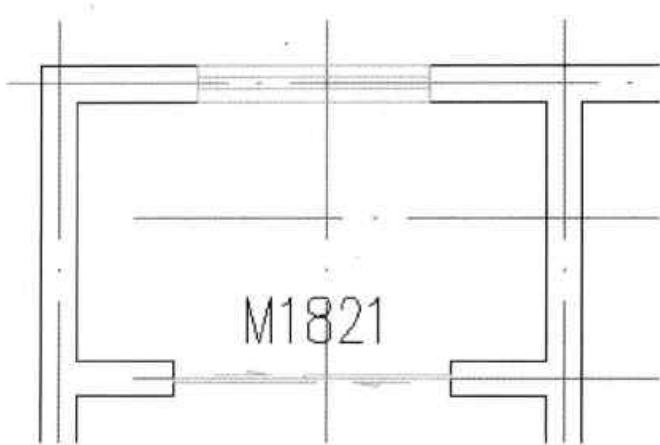

图16-79 插入厨房窗图块
**Step 15** 在绘图区域中，指定好窗位置，即可插入窗图块，如图 16-79 所示。